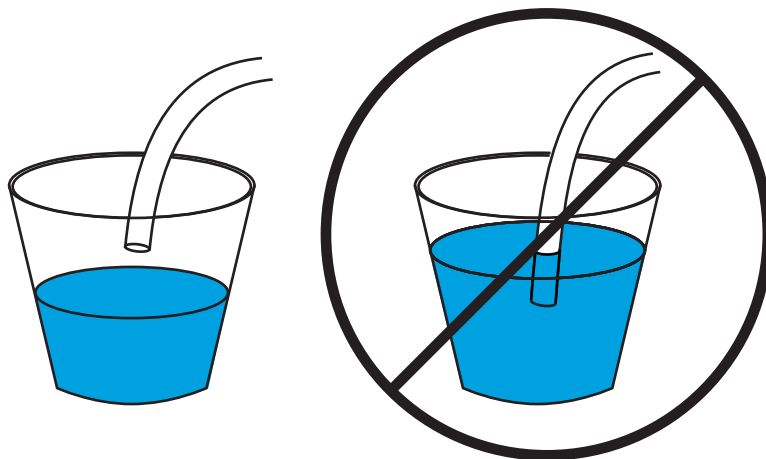

Figure 59 Tube de drainage bien installé (suspendu à gauche) et mal installé (immergé à droite)
- L'extrémité ouverte du tube n'est pas immergée dans le bac de drainage (voir Figure 59).